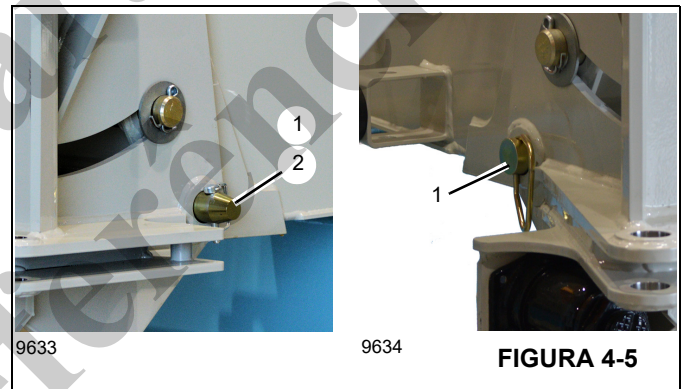

FIGURA 4-5
- a. Abaixar lentamente a lança até que a ponta do jib esteja no solo e a pressão no pino de deslocamento (1, Figura 4-5) seja aliviada.
- b. Remova o pino de trava (2) e o pino de deslocamento (1).